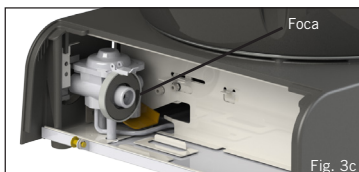

Fig. 3c
- Se si formano delle bolle, vuol dire che c'è una perdita di gas. Rimuovete immediatamente la cartuccia di gas dal dispositivo. Controllate che tutti i collegamenti siano ben inseriti. Prima di collegare una cartuccia di gas, controllate che la chiusura sia a posto e in buone condizioni. (Fig. 3c). Dopo aver reinserito la cartuccia, effettuate nuovamente il controllo con l'acqua saponata.
- Verificare che la guarnizione (Fig. 3c) sia a posto e in buone condizioni prima di collegare la cartuccia.